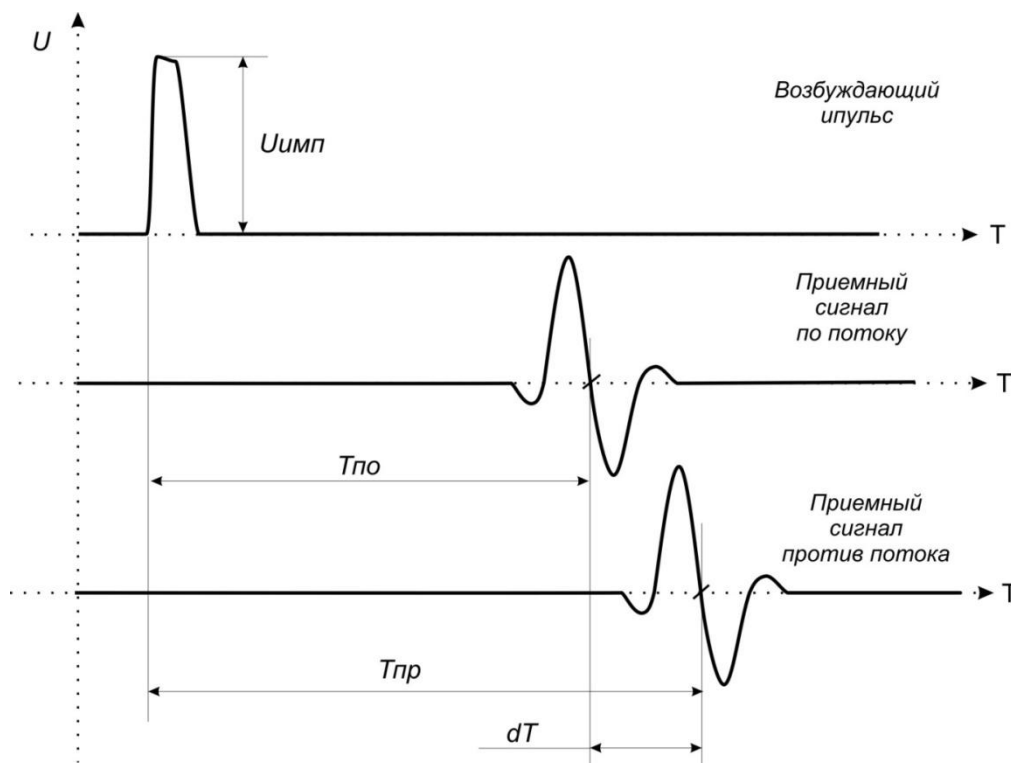

Рисунок 8 – Временные диаграммы ультразвуковых сигналов расходомера
5.1 ПЭП 1 и 2, работающие попеременно в режиме приемник-излучатель, связаны высокочастотным кабелем РК-50 с ЭБ, обеспечивающим посылку возбуждающих импульсов (рисунок 8) на пьезопреобразователь, работающий в режиме излучателя, и прием (усиление и детектирование) слабых сигналов от пьезопреобразователя, работающего в режиме приемника.
При движении жидкости в трубопроводе происходит снос ультразвуковой волны, который приводит к изменению времени распространения ультразвукового сигнала (далее – УЗС): по потоку жидкости (от ПЭП1 к ПЭП2) время прохождения уменьшается, а против потока (от ПЭП2 к ПЭП1) – возрастает (рисунок 8). Разность времен прохождения УЗС через жидкость по направлению и против направления потока пропорциональна скорости потока V и, следовательно, объемному расходу Q .